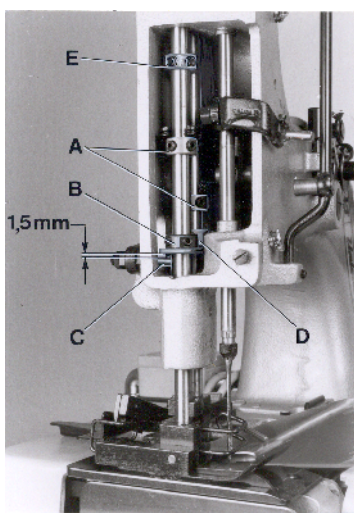
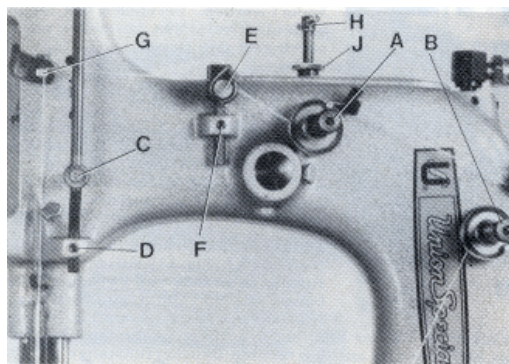

Fig. 11
Fig.12
Rotate the pulley until the feed dog is below the throat plate. Remove the face cover left on machine arm and turn out the T-screw (H, Fig. 12) on the top of the machine arm, until it does not exert any pressure on the leaf springs. In this position, the pressure exerted on the presser foot, should be just strong enough to keep it flat on the throat plate. By relocating the collars (A, Fig. 11), which serve as a leaf spring rest, on the left and right presser bar, the pressure can be changed. Raising the collars increases the pressure, lowering the collars decreases the pressure.
Set the presser bar lifter collar (B, Fig. 11) on the left presser bar so, that there is a distance of approx. 1.5 mm (1/16") between lifter lever stud (C) and lower surface of the lifter collar (B), when the presser foot rests on the throat plate (see Fig. 11). Set the collar (D) on the right presser bar close to the fork of the presser bar lifter collar (C) on the left presser bar.
Drehen Sie an der Riemenscheibe bis der Transporteur unter der Stichplatte steht. Entfernen Sie den Stirndeckel links am Maschinenarm und drehen Sie die Knebelschraube (H, Fig. 12) oben auf dem Maschinenarm soweit heraus, daß sie nicht mehr auf die Blattfedern drückt. In dieser Stellung soll der Druck auf den Drückfuß gerade noch so stark sein, daß er auf der Stichplatte aufliegt. Durch Verstellen der als Blattfederauflage dienenden Stellringe (A, Fig. 11) auf der linken und rechten Drückfußstange kann der Druck verändert werden. Verstellen der Stellringe nach oben verstärkt, verstellen nach unten verringert den Druck.
Stellen Sie den Drückfußstangen-Lifterstellring (B, Fig. 11) auf der linken Drückfußstange so ein, daß zwischen Lifterhebelbolzen (C) und Unterseite Stellring (B) ein Abstand von etwa 1,5 mm ist, wenn der Drückfuß auf der Stichplatte aufliegt (siehe Fig. 11). Stellen Sie den Stellring (D) auf der rechten Drückfußstange so, daß er an der Gabel des Drückfußstangen-Lifterstellrings (B) auf der linken Drückfußstange anliegt.
On styles 80800TL and TAL set the collar (D, Fig. 11) on the right presser bar approx. 2.5 mm (7/64") above the fork of the presser bar lifter collar (B). This effects, when lifting the presser foot, that the left presser foot part is lifted first by approx. 2.5 mm (7/64"), before the right presser foot part will lift too.
The presser foot lift is limited with the upper stop collar (E, Fig. 11) on the left presser bar. When the needle is in its lowest position and the presser foot is lifted with presser foot bottom tilted up, the needle bar respectively needle clamp nut should not contact the presser foot bottom. Set collar (E) accordingly.
Now turn in T-screw (H, Fig. 12) until the necessary presser foot pressure for proper feeding is exerted (determine by sewing tests). Secure this setting with the knurled nut (J), which simultaneously fastens the upper arm cover. Remount the face cover.
The tension (A, Fig. 12) on the needle thread should be fairly strong to produce uniform stitches. On the two thread double locked stitch styles the tension (B) on the looper thread should be barely sufficient to steady it.
On the two thread double locked stitch styles 80800R, RL, TL, TAL, U, UA, UL and UAL, the height of the needle thread take-up roller (C, Fig. 12) is set so, that the needle thread on the downstroke of the needle just contacts the roll at the time the needle thread loop is released from the looper. Loosen screw (D) and set the needle thread take-up roller accordingly. Retighten screw (D).
Bei den Maschinen 80800TL und TAL stellen Sie den Stelling (D, Fig. 11) auf der rechten Drückerfußstange etwa 2.5 mm über die Gabel des Drückerfußstangenlifter-Stellrings (B). Dadurch wird beim Liften des Drückerfußes zuerst das linke Drückerfußteil etwa 2.5 mm angehoben bevor das rechte Drückerfußteil mit anhebt.
Der Hub des Drückerfußes wird mit dem Anschlag-Stelling (E, Fig. 11) oben auf der linken Drückerfußstange begrenzt. Wenn die Nadel in der untersten Stellung ist und der Drückerfuß mit dem Drückerfuß-Lifterhebel angehoben und die Drückerfußsohle nach oben gekippt wird, darf die Nadelstange bzw. Nadelstangenmutter die Drückerfußsohle nicht berühren. Stellen Sie den Stelling (E) entsprechend ein.
Nun drehen Sie die Knebelschraube (H, Fig. 12) so weit ein, daß der zum einwandfreien Transport notwendige Drückerfußdruck erzeugt wird (durch Nähversuche ermitteln). Sichern Sie diese Einstellung mit der Rändel-Kontermutter (J), mit der gleichzeitig der obere Armdeckel befestigt wird. Montieren Sie den Stirndeckel wieder.
Die Spannung (A, Fig. 12) auf den Nadelfaden soll so stark sein, daß eine gleichmäßige Stichbildung erreicht wird. Bei den Zweifaden-Doppelkettenstichmaschinen soll die Spannung (B) auf den Greiferfaden ganz gering sein, so daß der Faden gleichmäßig gleitet.
Bei den Zweifaden-Doppelkettenstichmaschinen 80800R, RL, TL, TAL, U, UA, UL und UAL wird die Höhe der Nadelfadenabzugsrolle (C, Fig. 12) so eingestellt, daß der Nadelfaden beim Niedergehen der Nadel, die Rolle zu dem Zeitpunkt gerade berührt, wenn die Nadelfadenschlinge vom Greifer freigegeben wird. Lösen Sie die Schraube (D) und stellen Sie die Nadelfadenabzugsrolle (C) entsprechend ein. Ziehen Sie die Schraube (D) wieder an.
On all styles the eyelet (E, Fig. 12) should be positioned so, that the needle thread runs nearly horizontal, parallel to cloth plate, between eyelet (G) on needle bar connection and eyelet (E) on machine arm, when the needle is in its upmost position. Eyelet (E) is secured by screw (F).
Bei allen Maschinen wird die Fadenführung (E, Fig. 12) so eingestellt, daß der Nadelfaden zwischen der Fadenführung (G) am Nadelstangenmitnehmer und der Fadenführung (E) am Maschinenarm etwa waagrecht, parallel zur Stoffplatte verläuft, wenn die Nadel in der obersten Stellung ist. Die Fadenführung (E) wird mit der Schraube (F) befestigt.